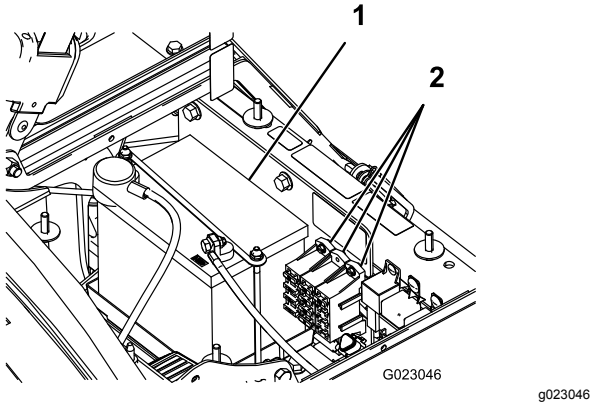

Bild 46
Die Elektroanlage hat zwei Sicherungskästen und einen leeren Schlitz. Sie befinden sich unter dem Sitz (Bild 46).
2. Die Batterie befindet sich an der rechten Seite der Maschine hinter der Pumpe (Bild 46).
5. Nehmen Sie den Batteriehalter und die -befestigungen ab (Bild 46).
2. Setzen Sie den Batteriehalter auf und befestigen Sie sie mit den drei vorher entfernten Befestigungen (Bild 46).
4. Setzen Sie die Batterieabdeckung auf und befestigen Sie sie mit den zwei Handrädern (Bild 46).
1. Lösen Sie die Handräder an beiden Seiten des Batteriekastens und nehmen Sie die Batterieabdeckung ab (Bild 46).